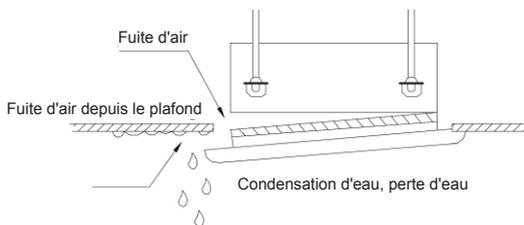

Fig. 2.14
- ① Un serrage incorrect des vis peut provoquer les problèmes indiqués dans la Fig. 2.14.